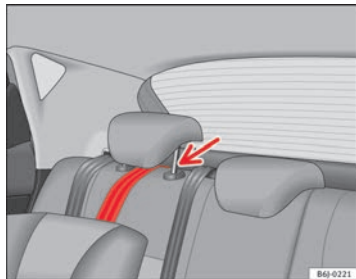

Abb. 28 Befestigungsgurt: korrekte Einstellung und korrekter Einbau
- Führen Sie den Befestigungsgurt des Top Tether unter der Rück- sitzkopfstütze hindurch ⇒ Abb. 28 (dazu ggf. die Kopfstütze nach oben verstellen).